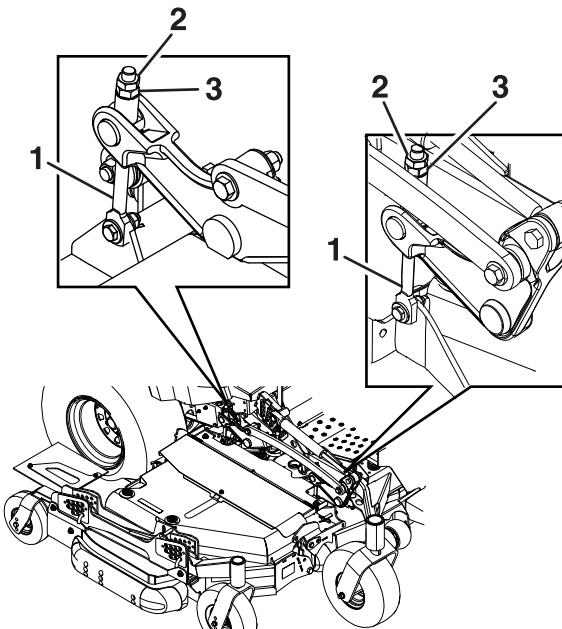

Рисунок 79
- Если у 4 регуляторов деки (Рисунок 79) не хватает диапазона регулировки для получения точной высоты скашивания с требуемым наклоном ножей, можно использовать одноточечную регулировку для получения большего диапазона.
- Чтобы отрегулировать по одноточечной системе, сначала ослабьте передний и задний крепежные болты пластины высоты скашивания (Рисунок 79).
Ослабьте контргайки на верхней части каждого регулятора деки. Выполните тонкую настройку регулятора на переднем узле подъема деки, поворачивая его так, чтобы получить правильную высоту левой и правой передних кромок ножей средней деки (Рисунок 79).